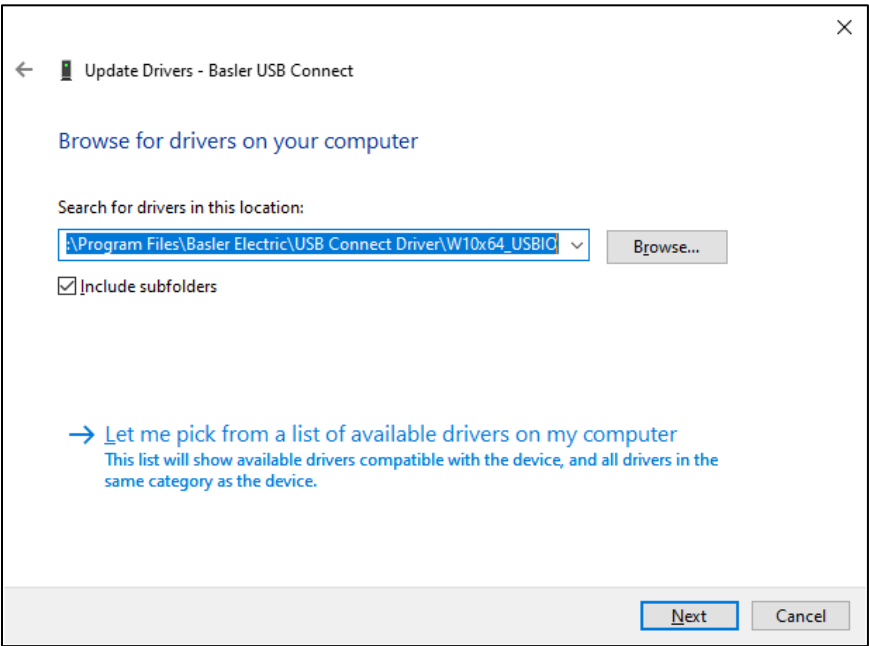

Figure 9-5. Mettre à jour le logiciel pilote - DGC-2020HD
Étape 5 : Cliquez sur Parcourir et accédez à C:\Program Files\Basler Electric\USB Connect Driver\W10x64_USBIO. Cliquez sur Suivant. Voir Figure 9-5.